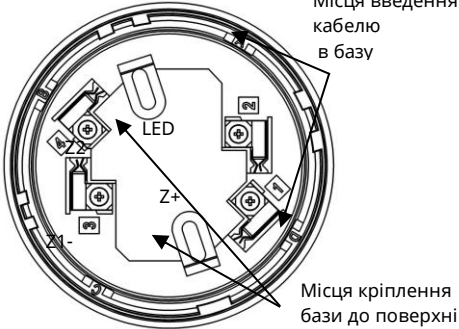
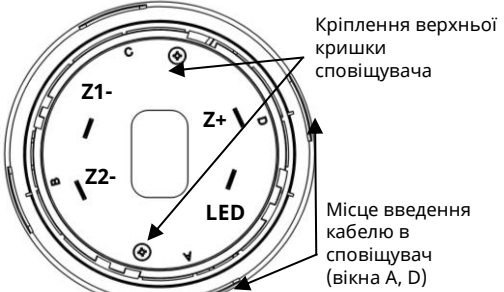

Рисунок 1 – Розташування клем на базі сповіщувача
Рисунок 2 – Вигляд сповіщувача з боку контактів
- 2) встановити базу на рівній поверхні, прикріпити шурупами або гвинтами згідно рис. 2, після затягування яких база не повинна бути деформована;
- 3) закріпити дроти ШС в гвинтових клемах бази відповідно до рис. 1 і таблиці 1. В базі сповіщувача чотири клемки;
4.5 Для випадків, коли кабель всередину бази заводять збоку, в самій базі та в кришці сповіщувача передбачені вікна, за потреби в яких вирізають отвори. Ці вікна промарковані літерами «А», «В», «С», «D» (рис.1, рис.2).